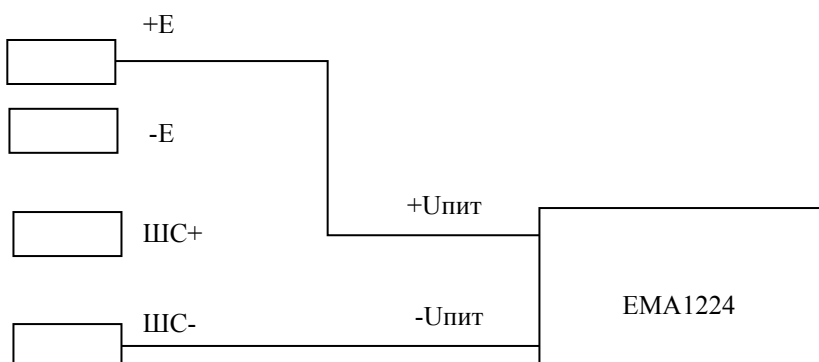

Рис. 5.12.
5.4.27. Схема подключения к БУ звукового оповещателя с рабочим напряжением 24В и током, до 30 мА, (например, ЕМА1224 или DBS1224) приведена на рис. 5.12.